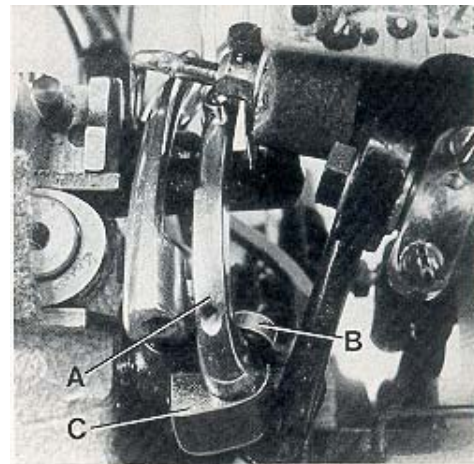

Fig.12
Insert the double locked stitch looper (A, Fig. 12) and tighten it with screw (B) on the flat of its shank so that it passes as close as possible behind the left needle without touching it. Now tighten set screw (C).
Inserte el looper para doble puntada de seguridad (A, Fig. 12) y asegúrelo con los tornillos (B) en la parte plana de su cuello, de manera que pase tan cerca como sea posible por detrás de la aguja izquierda pero sin tocarla. Apriete el tornillo (C).